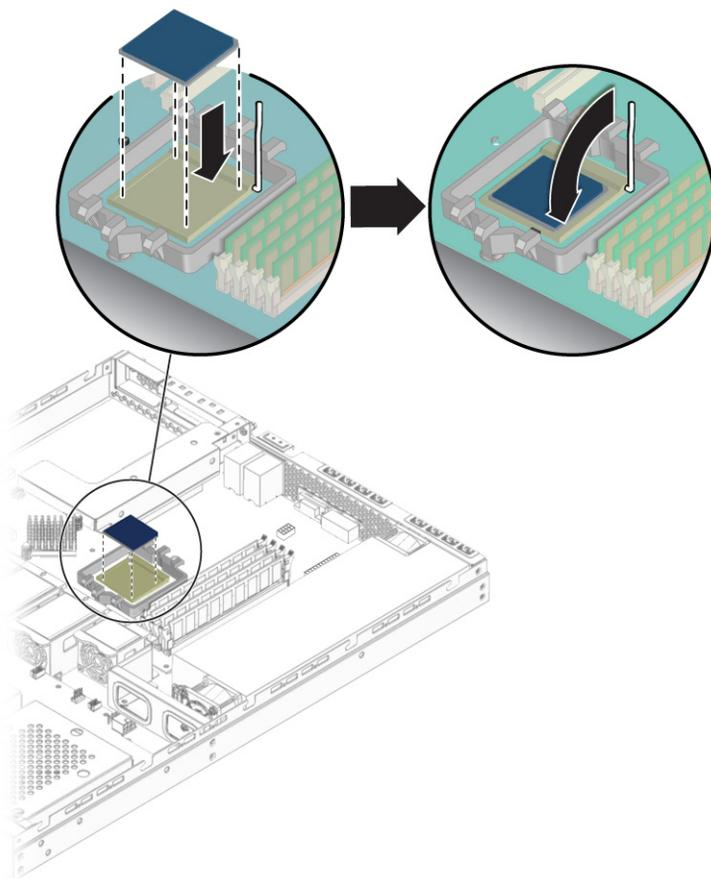

图 4-33 安装 CPU
2. 确保插座释放杆完全打开，即处于垂直位置（参见图 4-33）。